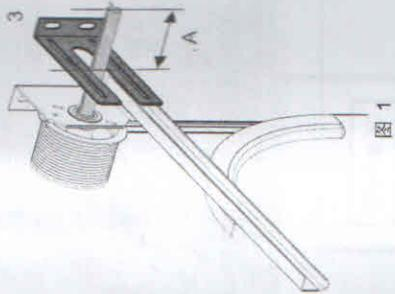

图 1
如图 1 所示，安装支架 (3)。确保门的驱动轴给要安装的开门机至少预留 135 mm 的距离 (尺寸 A)。